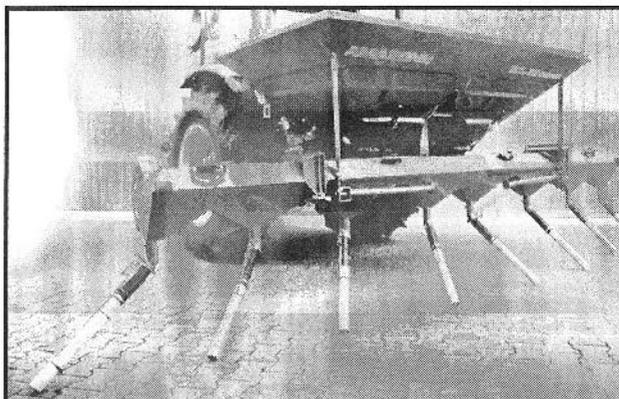

Fig.11.11
11.10 Reihenstreuvorrichtung (Fig. 11.11)